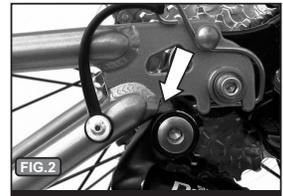

FIG.2
- Les fourches YAK et IBEX doivent être limitées à approximativement 20 degrés de rotation afin d'éviter de toucher le dérailleur arrière et de plier le cadre (Fig. 2). Ceci peut se produire lorsque vous passez sur de gros arbres tombés au sol, levez le vélo et la remorque ou éventuellement lorsque vous utilisez le système de mode 'stationnement' (Fig.31). Avant de rouler avec votre vélo, vérifiez bien l'espace de dégagement de son dérailleur.